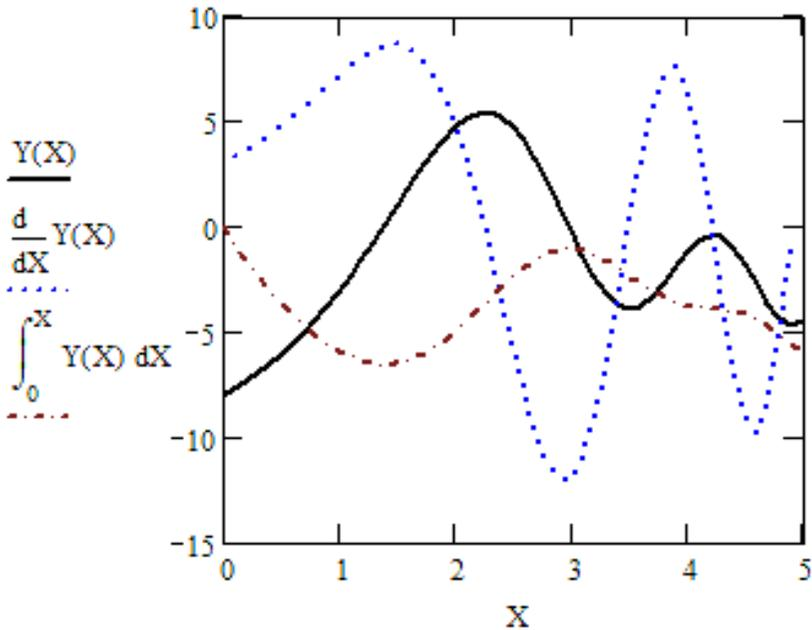

Рис. 9.1. Диаграмма со значениями искомой функции и ее производной и первообразной
- в шаблон функции рядом с осью ординат – имя функции Y(X) и выражения через запятую, согласно рис. 9.1. Для формирования производной и определенного интеграла использовать шаблоны из панели **Математический анализ (Calculus)**.